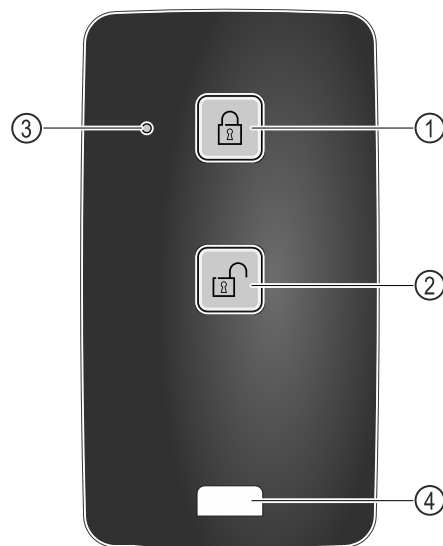

Fig. 219
- Na dálkovém ovládání stiskněte tlačítko Fig. 219 (1).
- Na dálkovém ovládání stiskněte tlačítko Fig. 219 (2).
- Stavová LED Fig. 219 (3) vydá při stisknutí tlačítka optickou zpětnou vazbu.
- Očko Fig. 219 (4) k upevnění dálkového ovládání, např. na svazek klíčů.